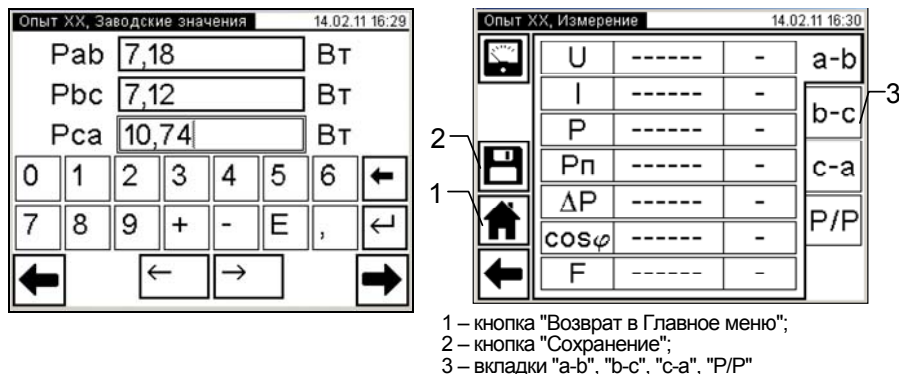

Рисунок 6.18
13) После выбора требуемого значения напряжения (окно согласно рисунку 6.16) или ввода нестандартного значения (окно согласно рисунку 6.17) нажать на кнопку  для перехода в окно "Опыт XX. Заводские значения" (рисунок 6.18).
14) Ввести заводские значения активной составляющей мощности (далее – потеря) P или значения, которые были получены при проведении предыдущего опыта XX, для чего нажать в поле " P_{ab} " в окне "Опыт XX. Заводские значения" и ввести данные в поле для ввода, нажимая соответствующие кнопки с цифрами и буквами (рисунок 6.18). При необходимости воспользоваться кнопкой  – удаление символа перед курсором. Аналогично ввести значения поля " P_{bc} ", " P_{ca} ".